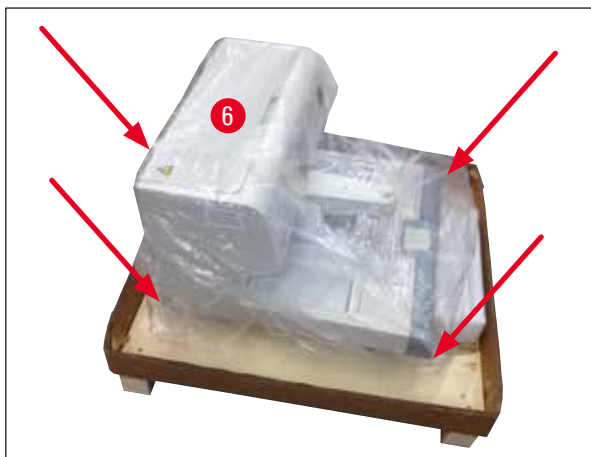

Fig. 5
5. Certifique-se de que ao remover o aparelho (→ Fig. 5-6) do palete, esta operação seja realizada por duas pessoas levantando os quatro cantos a base do alojamento (→ Fig. 5).